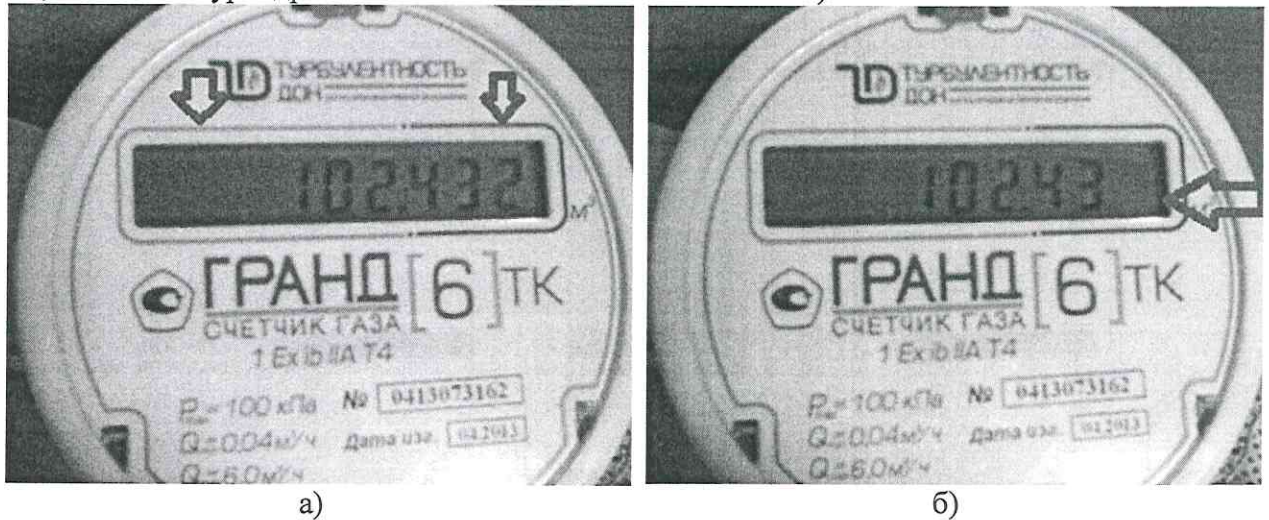

Рисунок 1
- 0,001 м3 для счетчиков газа Гранд-1,6, 2,4, 3,2, 4, 6, 10 (рисунок 1 а);
- 3 разряда после запятой для Гранд-4,6,10 (рисунок 1а);
- 2 разряда после запятой для Гранд-4 (большой), 6, 10 (рисунок 1б).
Для снятия показаний также можно ориентироваться по цветовому разделителю контура экрана (рисунок 1а: оранжевый контур – целочисленное значение накопленных  $m^3$ , синий контур – дробное значение накопленного объема).
А) если суммарный расход имеющегося ГПО превышает  $Q_{\text{пер}}$  (для счетчиков выпуска до 2013г составляет  $1,75\text{м}^3/\text{ч}$ , с 2013г по 08.2017. –  $1,25\text{ м}^3/\text{ч}$ , после 08.2017 –  $4,2\text{ м}^3/\text{ч}$ ), на ЖК-индикаторе счетчика произойдет смена разрядности индикации, т.е. после запятой останется 2 цифры (рисунок 1б);
Б) если суммарный расход имеющегося ГПО не превышает  $Q_{\text{пер}}$ , на ЖК-индикаторе счетчика не происходит смена разрядности индикации, т.е. после запятой будет 3 цифры (рисунок 1а);